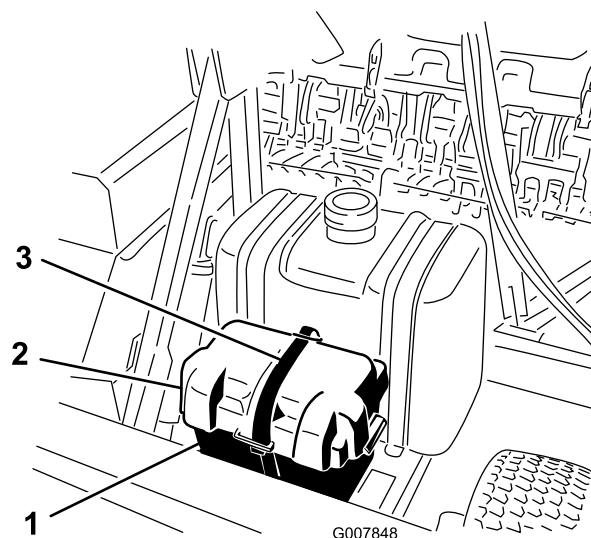

Figura 3
2. Retire a fita que prende a tampa da bateria à caixa da bateria (Figura 3).